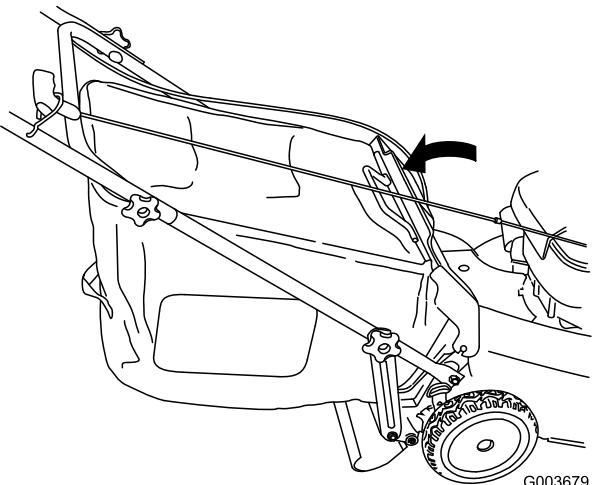

Figure 32
- Abaissez le volet arrière (Figure 32).